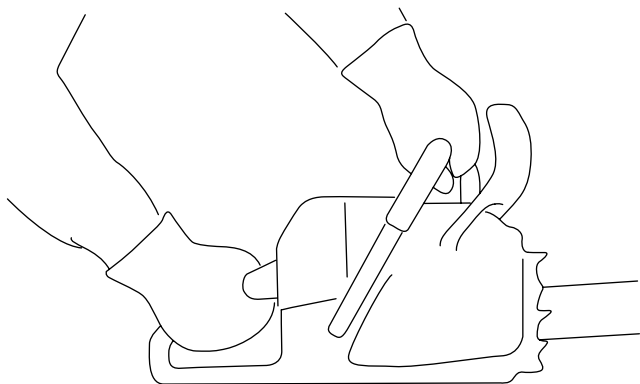

Figure 12
1. Tenez fermement la tronçonneuse à deux mains, la main gauche sur la poignée avant et la main droite sur la poignée arrière, comme montré à la Figure 12.
1. Tenez fermement la tronçonneuse comme montré à la Figure 12.
3. Tenez fermement la tronçonneuse comme montré à la (Figure 12).